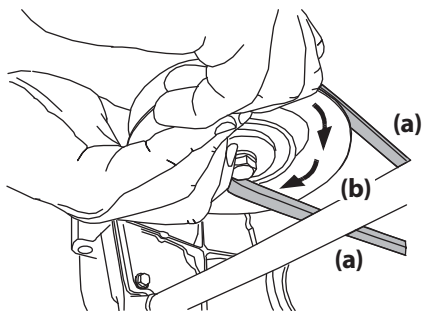

Figure 4-14
- d. Maintenez la courroie de la prise de force (a) vers le bas et continuez de tourner la poulie de la prise de force (b) jusqu'à ce que la courroie de la prise de force (a) soit complètement dégagée de la poulie de la prise de force (b). Voir Figure 4-14.
- Tirez sur le côté droit de la courroie de la prise de force et placez le côté plus étroit en forme de « V » de la courroie de la prise de force dans la poulie de la prise de force. Voir Figure 4-14.
- Tenez la courroie de la prise de force et la poulie de la prise de force, puis faites pivoter la poulie de la prise de force vers la gauche. Voir Figure 4-14. Continuez à tenir et à faire pivoter la poulie et la courroie de la prise de force jusqu'à ce que la courroie de la prise de force soit complètement enroulée autour de la poulie de la prise de force.